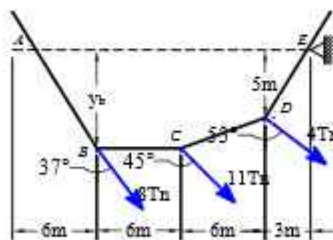

Figura 7.23
7.11 Determinar el centro de gravedad del área sombreada mostrada en la figura 7.23